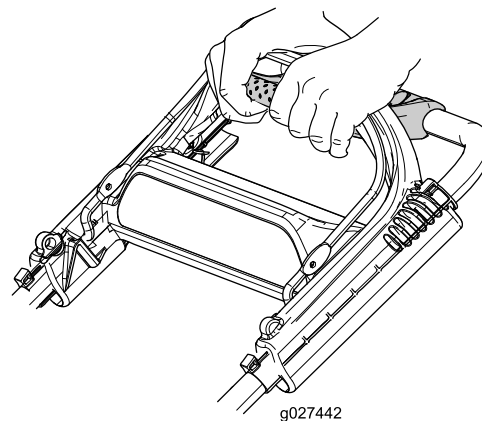

Figura 20
1. Estire los dedos hacia adelante y agarre las esquinas del manillar de tracción asistida (Figura 20).